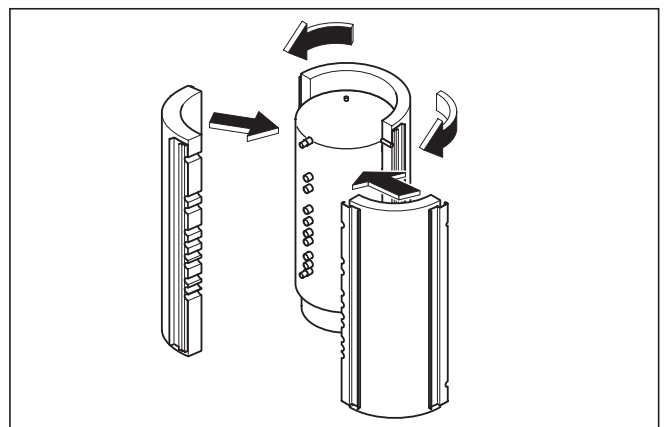

Abb. 4.4 Isolierschalen anbringen
- Wickeln Sie die große (vordere) Isolierschale, wie in Abb. 4.4 gezeigt, von vorne um den Multifunktionspeicher.